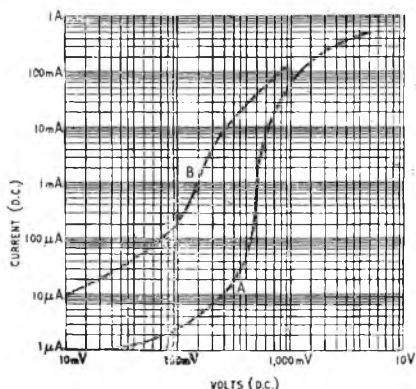

Fig. 1 - Curve caratteristiche corrente-tensione di un raddrizzatore al selenio (A) e di un ad ossido di rame (B).
In fig. 1 sono illustrate le curve caratteristiche corrente-tensione di un raddrizzatore al selenio (A) e di uno ad ossido di rame (B). Mentre generalmente è da preferirsi allo scopo un raddrizzatore al selenio, tuttavia quando la tensione a fondo scala dello strumento è inferiore ai 50 mV, il raddrizzatore ad ossido di rame assicura una più efficace protezione.